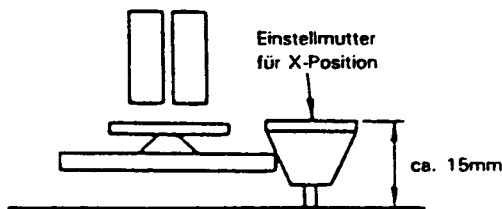

Abbildung 1-22.
- d. Die X-Position wird nach der Bandlaufeinstellung eingestellt. Den Spurlageregler auf "preset" (Voreinstellung) einstellen, die Einstellmutter für die X-Position gemäß Abb. 1-22 mit dem speziell dafür vorgesehenen Schraubenzieher so drehen, daß sich die maximale Hüllkurve der unteren Seite des Umschaltimpulses ergibt, dann den Ton-/